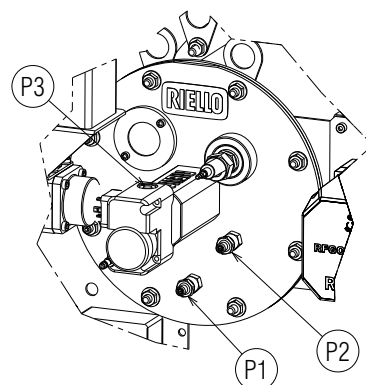
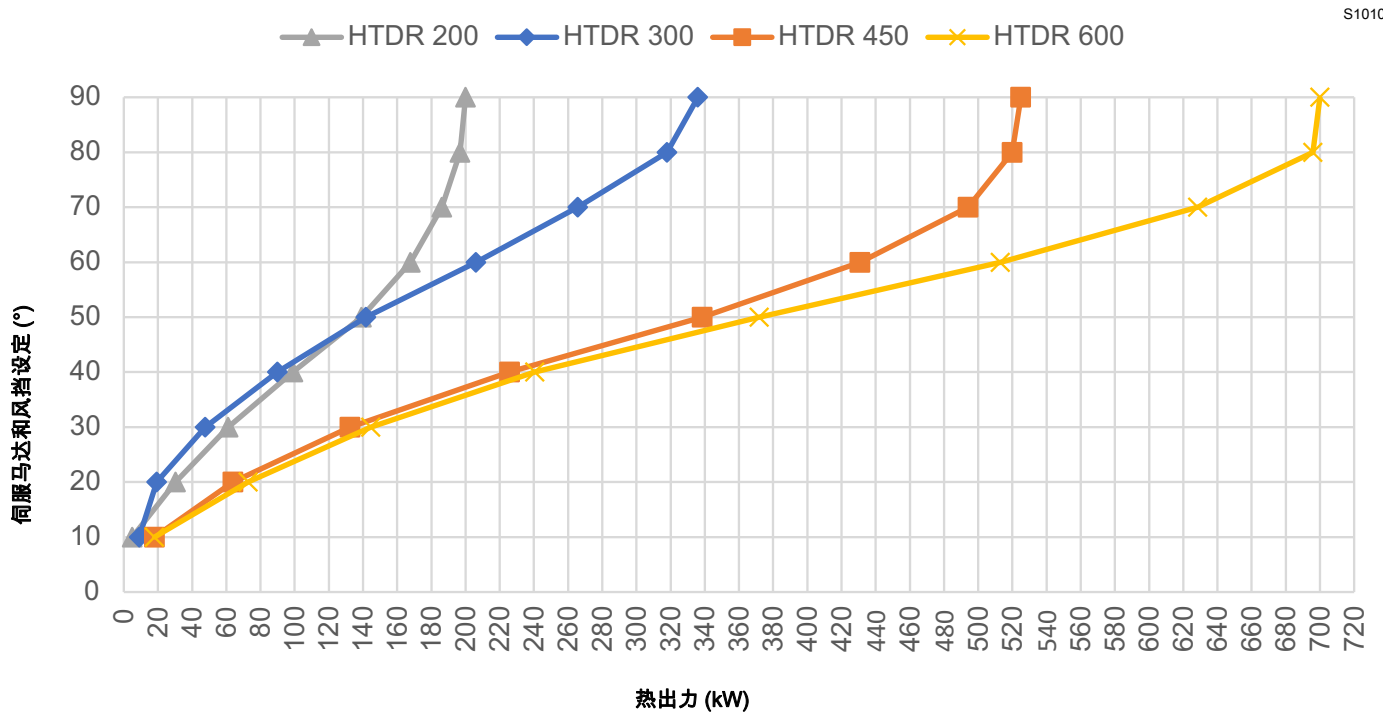

图 21
图 22
- 参考表 Q 和图 22 通过设定凸轮和伺服马达（见第 29 页“伺服马达设定”）将燃烧器调整到所需最小最大出力。
- 将 U 型或差动压力表（图 21）与点 P3（最大燃气压力开关处的燃气压力）上的压力测试点（+）和压力测试点（-）连接到炉膛（见表 Q 和图 22）。
- 连接 U 型或差动压力表（图 21），压力测试点（+）位于点 P1，压力测试点（-）位于点 P2（燃烧头处的空气压力）（见表 Q 和图 22）。
燃气达到管路接口时，P3 (第 25 页图 21) 会显示压力。
凸轮 I - 伺服马达的红色凸轮 (图 25 和 图 26) 必须参考 表 Q 和 图 22 进行设定，直至获得所需最大出力。
凸轮 II - 伺服马达的蓝色凸轮 (图 25 和 图 26) 必须参考 表 Q 和 图 22 进行设定，直至获得所需最小出力。
- 1 最大出力 (见 表 Q 和 图 22) 可通过选择开启度和调整燃烧头处的燃气压力来设定。
- 2 最小出力 (见 表 Q 和 图 22) 可通过选择开启度和调整燃烧头处的燃气压力来设定。